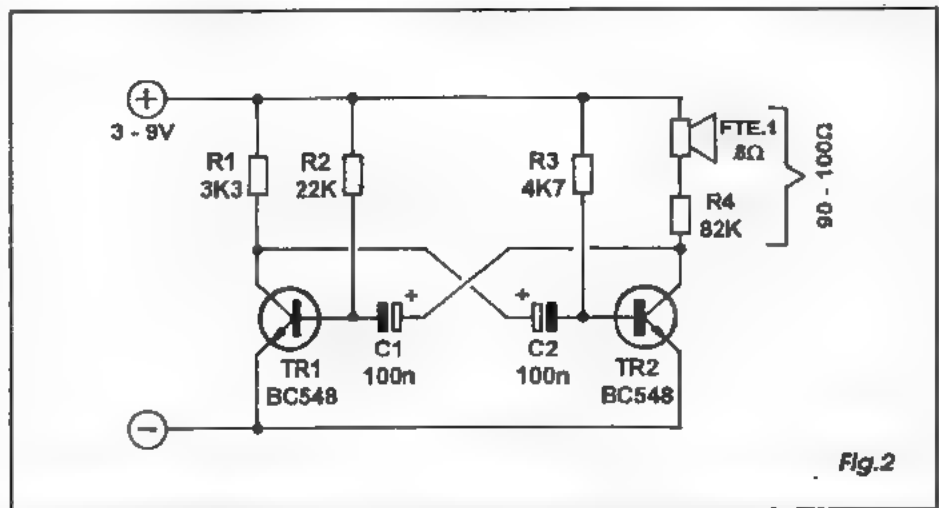

Fig. 2
- FIG. 2 - Um multivibrador astável, no qual dois amplificadores monotransistorizados encontram-se acoplados de forma cruzada, saída com entrada e entrada com saída, em ligação quase sempre simétrica... Trata-se de circuito fácil e prático para a geração de sons simples... No arranjo básico, mostrado no diagrama, é possível *mexer-se* amplamente: os valores de C1, C2, R2 e R3 determinam basicamente a frequência (bem como a simetria da forma de onda - retangular ou quadrada - gerada...). Notar que embora os valores indicados resultem em baixas capacitâncias para C1 e C2, nada impede que tais componentes mostrem altos valores, caso em que serão do tipo eletrolítico (por isso as marcações de polaridade, no esqueminha...). R2 e R3, além de comporem as redes RC de constante de tempo, executam ainda o papel de dimensionadores das correntes de polarização de base dos transistores, o que impede a modificação dos seus valores abaixo ou acima de determinados limites (com o que os transistores *sairiam* do ponto ideal de funcionamento, por excesso ou insuficiência de polarização...), caso em que a oscilação até pode ser bloqueada...! A tensão de alimentação pode variar bastante, dependendo unicamente dos limites dos transistores utilizados (e da adequação dos valores resistivos...). Um pon-